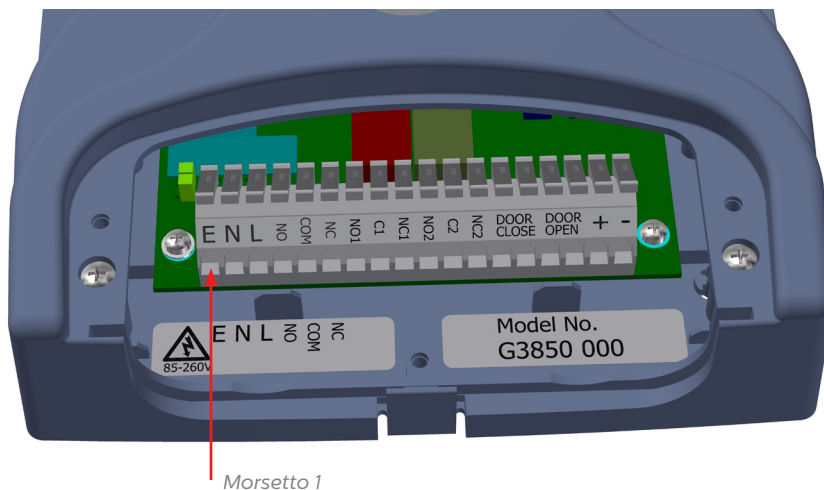

Fig 3: Installazione
2. Collegare il controller all'alimentazione elettrica e agli ingressi corretti (vedere Fig 3 di seguito).